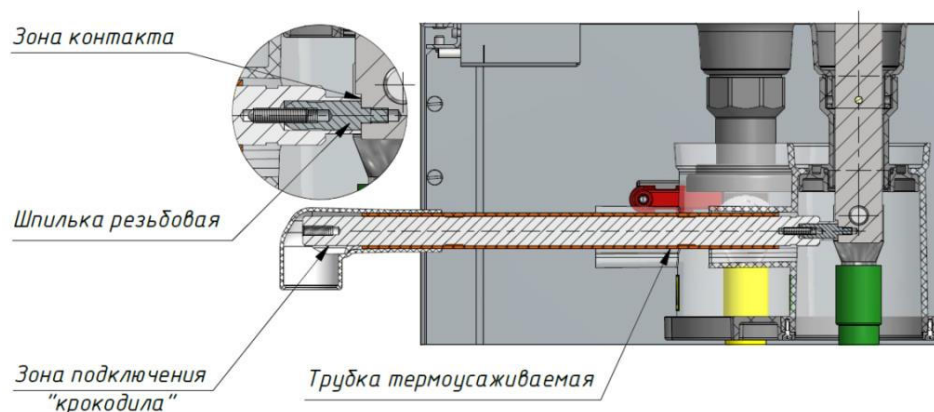

Рис.5.8. Подключение приспособления для испытаний TER_SGkit_Test_2 в шкафу ОВ
2. Подключить к выводам КДТН к каждой фазе навинчиванием приспособлений для испытаний на шпильку, имеющих резьбовую часть, создающую контактную площадку между электродом и стержнем КДТН, рис. **Рис.5.8**.